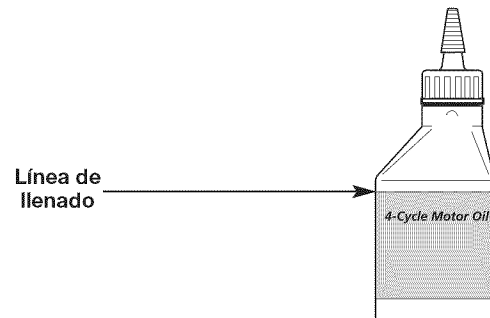

Fig. 21
**NOTA:** Use la botella vacía que guardó del uso inicial para medir la cantidad correcta de aceite. Llène la botella hasta la parte superior de la etiqueta, aproximadamente hasta 3.04 onzas fluidas (90 ml) de aceite (Fig. 21).